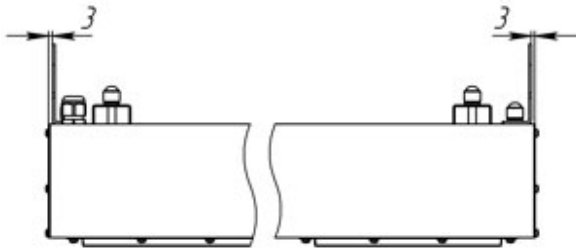
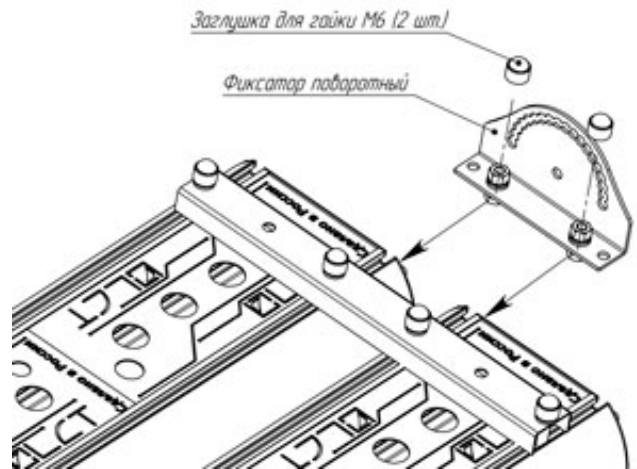

Рис. 3
Рис. 4
6.7.3 Отмерить равное расстояние с краев светильника согласно Рис.3. Установить фиксаторы поворотные на светильник в пазы согласно Рис.4. и затянуть болты М6 гайками М6 с помощью гаечного ключа на 10 мм. Установить заглушки для гайки М6 (4 шт.).